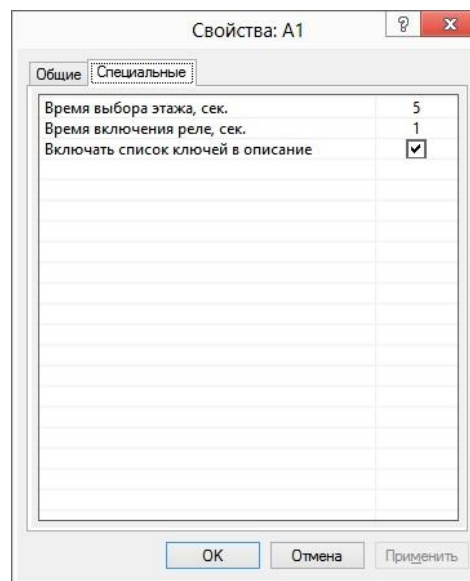

Рисунок 17
- Установите общие и специальные свойства контроллера (Рисунок 17), описание специальных свойств приведено в Таблице 5.